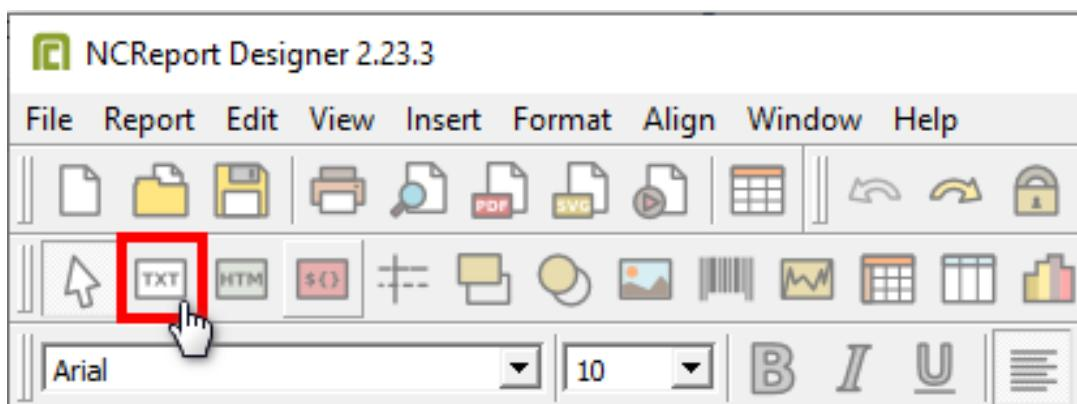

Рисунок 154 - Инструмент Label
- Выберите инструмент Label (Рисунок 154).